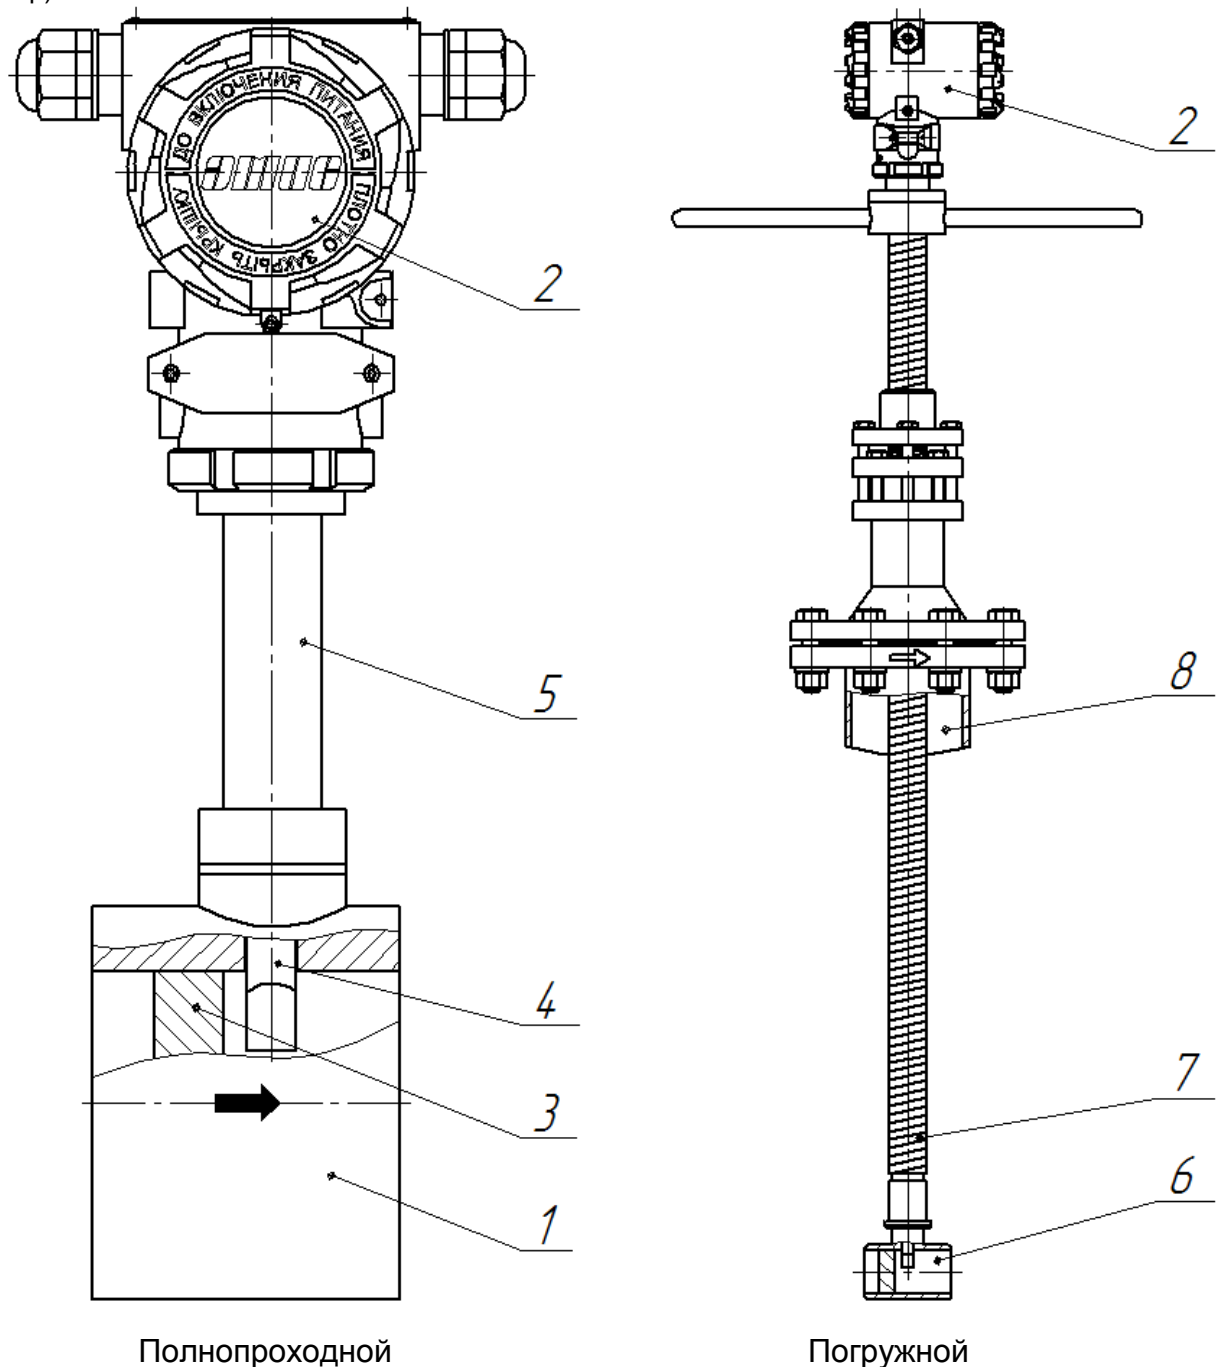

Рисунок 1.2 – Устройство преобразователей расхода
Полнопроходной преобразователь (см. **рисунок 1.2**) состоит из проточной части (1) и электронного блока (2). Проточная часть представляет собой полый цилиндр, в поперечном сечении которого установлено тело обтекания (3). За телом обтекания расположен чувствительный элемент (4) (сенсор).
Погружной преобразователь (см. **рисунок 1.2**) состоит из датчика (6), штанги (7), приварного патрубка (8) и электронного блока (2). Датчик конструктивно выполнен как проточный вихревой расходомер и измеряет скорость потока в одной точке.